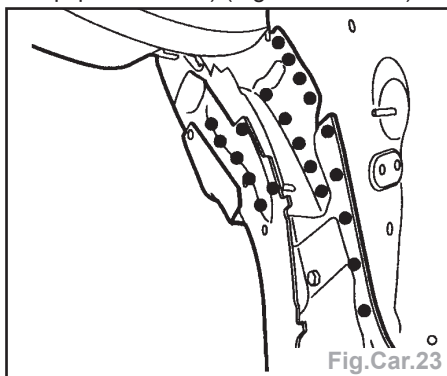

Fig.Car.23
- Souder par points électriques (avec l'équipement AB1) (Fig.Car.23 et 24).